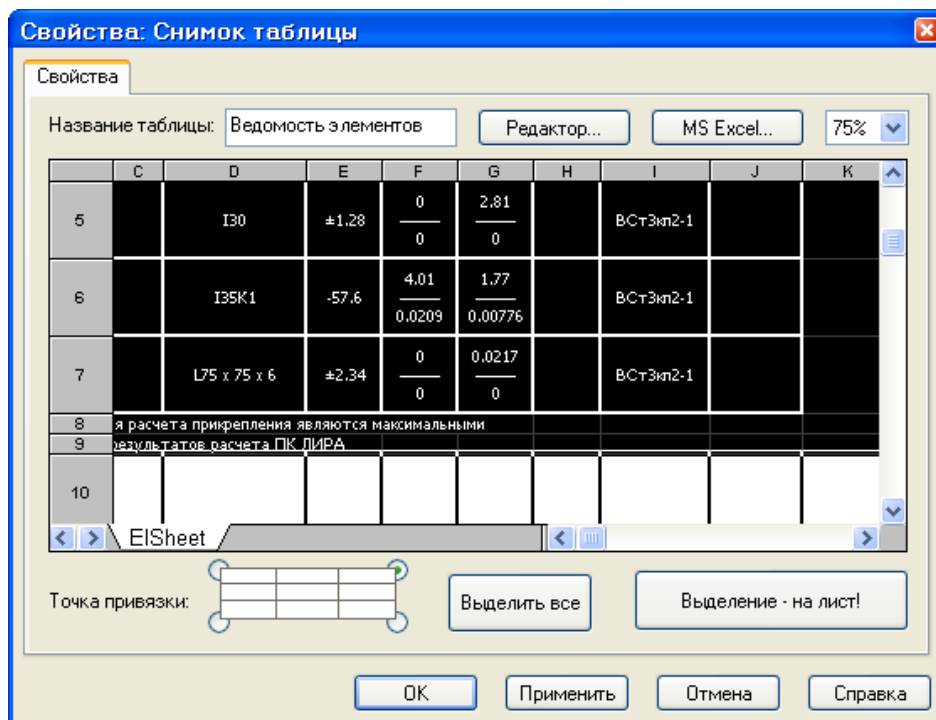

Рис.13.17. Диалоговое окно **Свойства: Снимок таблицы**
- В новом окне **Свойства: Снимок таблицы** (рис.13.17) щелкните по кнопке **Выделить все** (или в раскрывающемся списке выбора масштаба выделите строку, например, **75%** и выделите область таблицы, которую нужно разместить на листе, – от ячейки **А1** по ячейку **Ж9** включительно).